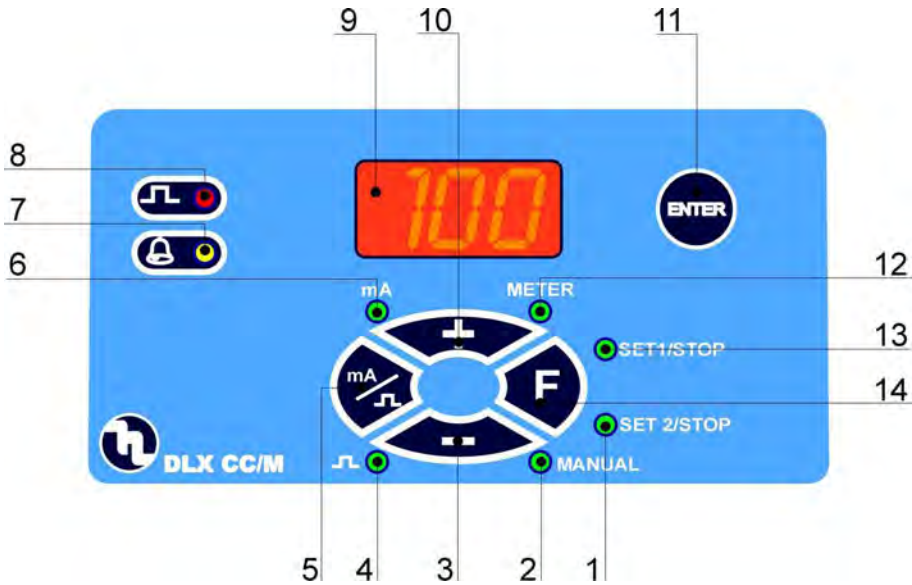

Fig. 13
6.1 - PUMP CONTROLS (Fig. 13)
6.6 - PARAMETERS SETTING MODE (Fig. 13)